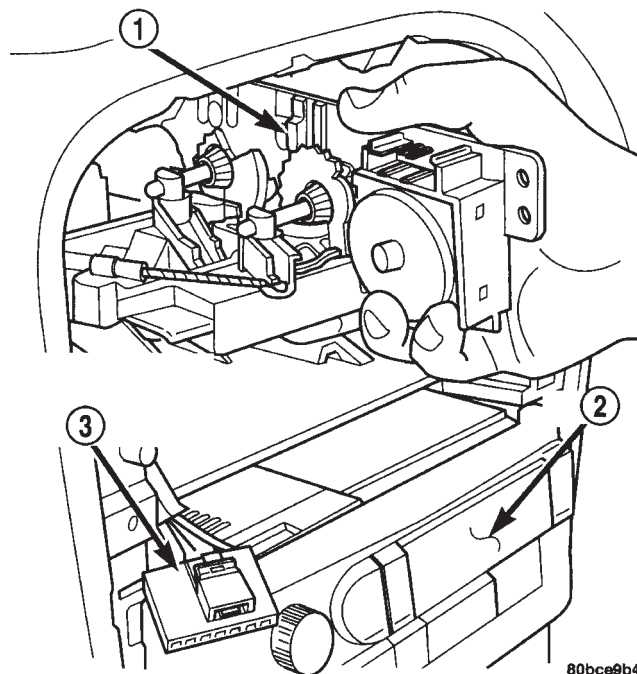

Fig. 12 Cabezal de control del HVAC
(19) Desconecte un conector del arnés del lado izquierdo en la parte superior izquierda del tablero de instrumentos para los espejos de vanidad y retrovisor.
(20) Jale hacia afuera las perilla la cabeza de control del HVAC.
(21) Quite los dos tornillos de retención de la parte superior delantera del bisel central.
(22) Utilizando una varilla de vestidura, palanquee hacia afuera con cuidado el bisel del tablero de instrumentos central y quítelo..
(23) Quite los dos tornillos de retención al cabezal de control del HVAC.
(24) Desconecte el conector del arnés de cableado del tablero de instrumentos.
(25) Desconecte el conector del arnés de vacío.
(26) Jale el cabezal de control del HVAC fuera del tablero de instrumentos, gírelo 90° y empuje hacia atrás a través de la abertura (Fig. 12). No desconecte los cables de control.
(27) Desconecte el cableado de la consola central:
• Lámpara indicadora de rango de transmisión (28). Con la ayuda de otra persona, jale hacia atrás en el conjunto del tablero de instrumentos y quítelo del vehículo.